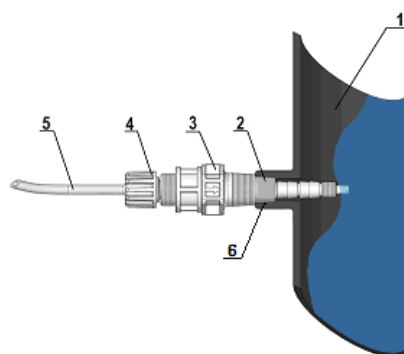

Fig. 7 - Montaje del racor
Tanto en el tubo de impulsión como en el de aspiración, evite curvas excesivas con el fin de evitar estrangulamientos en el tubo. Aplique en el conducto de la instalación que hay que tratar, en el punto más idóneo para efectuar la inyección del producto que hay que dosificar, un racor de 3/8" o 1/2" gas hembra. Este racor no se incluye en el suministro. Enrosque la válvula de inyección en el "racor de junta" utilizando cinta de PTFE, véase la Fig. 7. Conecte el tubo en la conexión cónica de la válvula de inyección y bloquéelo con la virola correspondiente (4). La válvula de inyección también es una válvula de retorno.